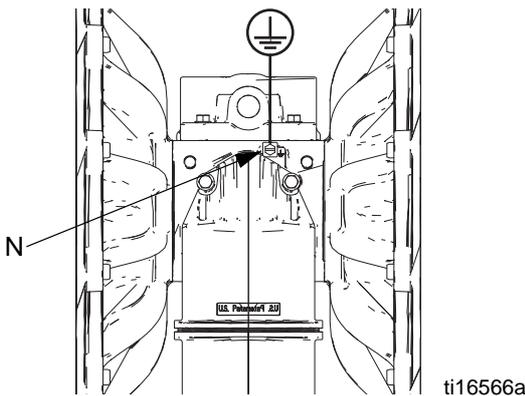

FIG. 3. Vite e filo di terra
- N Vite di terra (solo alluminio e acciaio inossidabile, vedere la FIG. 3 a pagina 10)
Pompa: vedere la FIG. 3. Allentare la vite di terra (N). Inserire un'estremità di un filo di terra da almeno 12 ga dietro la vite di terra e serrare saldamente la vite. Collegare il morsetto del filo di terra a una terra efficace. Graco mette a disposizione un filo di terra e un morsetto, Parte 238909.